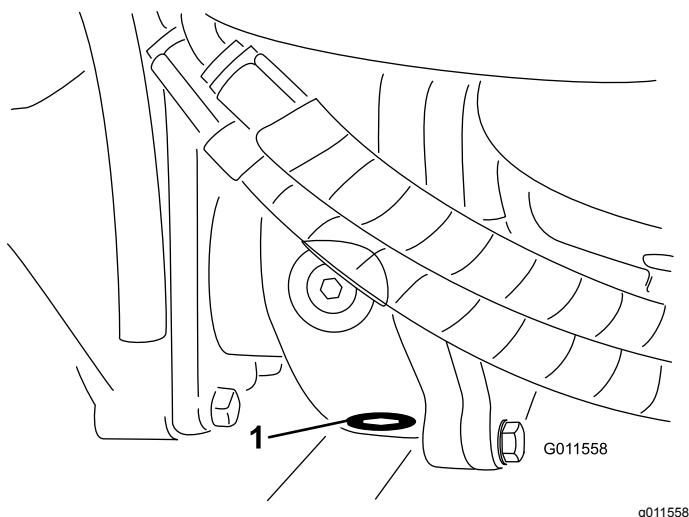

Figura 72
5. Pulite l'area circostante il tappo di spurgo sul fondo della scatola degli ingranaggi (Figura 72).